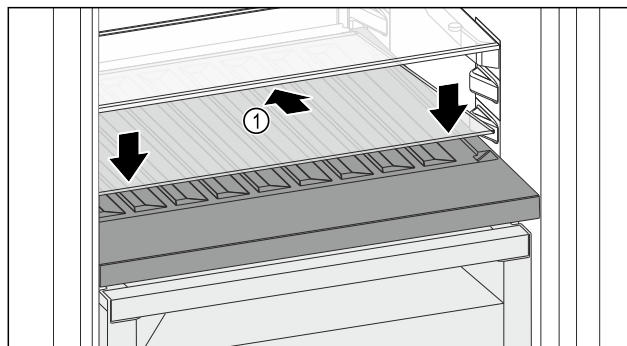

Fig. 190
- Posizionare il ripiano di vetro Fig. 190 (1) inclinato indietro e verso il basso.
- Abbassare la parte anteriore del ripiano di vetro Fig. 190 (1).